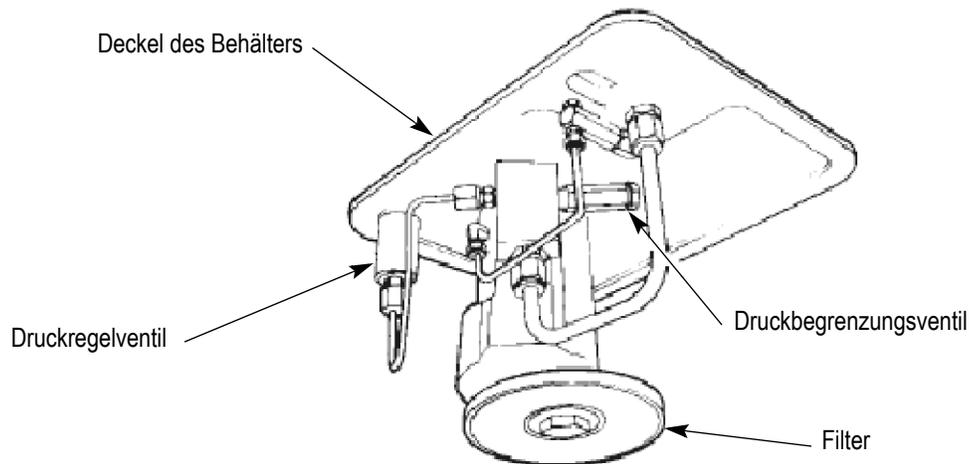

Abbildung 6
*VORSICHTIG ARBEITEN, um nicht den Filter oder eines der Ventile zu beschädigen, wenn die Baugruppe aus Motor und Pumpe aus dem Behälter für Hydraulikflüssigkeit herausgehoben wird. Siehe Abbildung 6.*